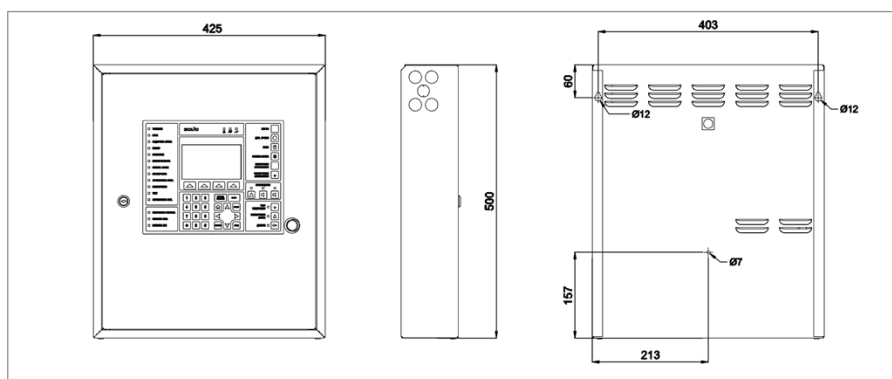

Рисунок 27. Габаритные и установочные размеры ППКУП Сириус
2. Просверлите 4 отверстия (для двух шурупов для навешивания прибора и еще двух – для фиксации к поверхности). Расположение отверстий, габаритные и установочные размеры приведены на Рисунок 27.